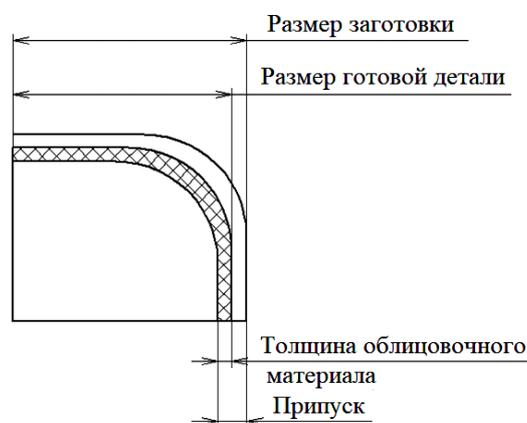

Рис. 2.19. Влияние припуска на размер детали
- флажок *Добавить припуск*. Некоторые модели кромкооблицовочных станков перед нанесением облицовочного материала выполняют предварительное фрезерование (прифуговку) кромок панели. В этом случае размеры заготовки должны быть увеличены на величину заданного припуска (рис. 2.19). Он может равняться толщине облицовочного материала, либо иметь произвольное значение, заданное пользователем (можно принимать припуск 0,5 мм).